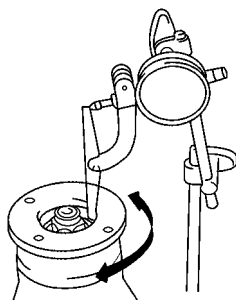

图 14-67 用千分表测量结合法兰的端面圆跳动
2) 使用千分表测量结合法兰的端面圆跳动, 如图 14-67 所示。